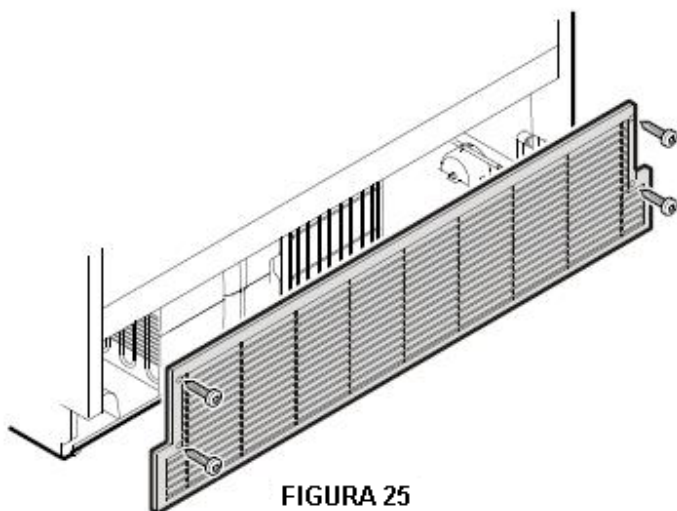

FIGURA 25
- Remova o Filtro de Ar (Figura 25), lave-o em uma lava-louças ou à mão com detergente neutro e um pano macio.